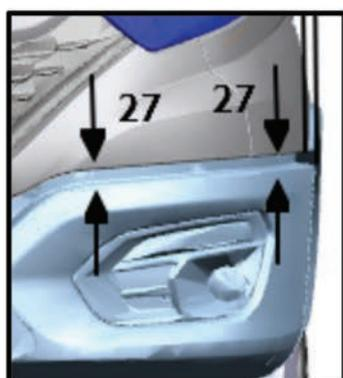

Fig.1
6. Aplicar o torque no lado esquerdo, conforme informação de torque no quadro abaixo, obedecendo a distância MÍNIMA de 27 mm da altura entre a face superior do para-choque com a face inferior do acabamento frontal (Fig. 1).